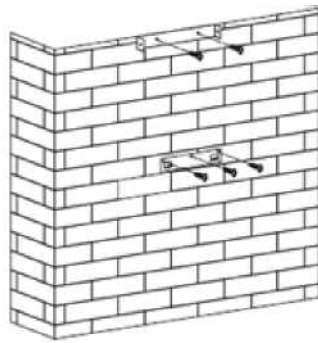

Abb. 2
3. Sobald die Montagehöhe feststeht, bohren Sie an geeigneter Stelle 5 Löcher à $\varnothing 8\text{mm}$ für die Befestigung der Aufhängung und der Innenabzugshalterung. Die feste Position der Abzugshalterung ist der höchste Punkt, an dem der Innenabzug befestigt wird. Siehe Abb. 2
4. Verschrauben Sie die Halterung mit 3 Schrauben (4 mm x 40 mm) und Dübeln fest an der Wand. Befestigen Sie dann die Halterung des Innenabzugs mit zwei ST4*40 mm-Schrauben. Siehe Abb. 2